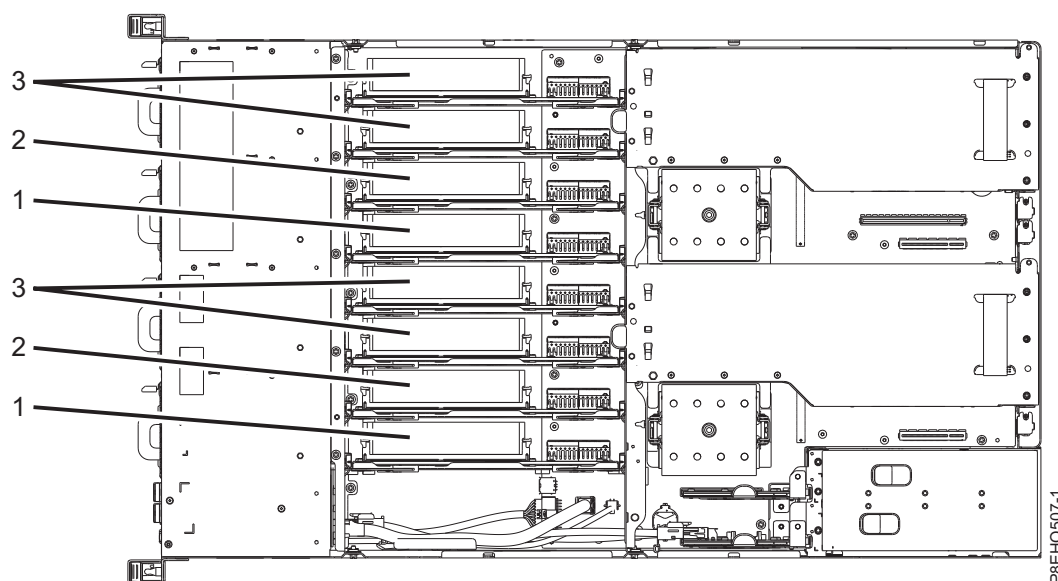

Figura 34. Sequência de instalação para risers de memória do 8335-GCA
Os risers de memória devem ser instalados na sequência: **(1), (2), (3)**, conforme mostrado em Figura 34. Por padrão, as primeiras posições **(1)** são sempre preenchidas.